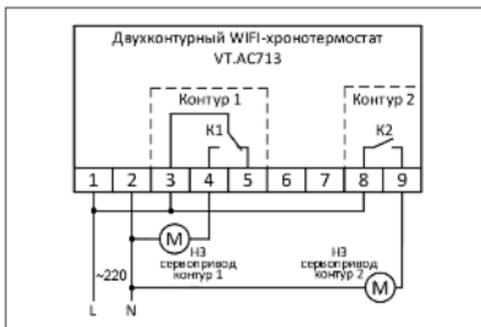

Рис. 2
**6.2.2.** Для подключения нормально-закрытых сервоприводов с питанием ~220 В устанавливается перемычка между клеммами 1, 3 и 8 для подачи фазного провода на общие контакты управляющих реле. Сервопривод контура 1 подключается к 2 и 4 клеммам, контура 2 – к 2 и 9 клеммам (*рис. 2*).